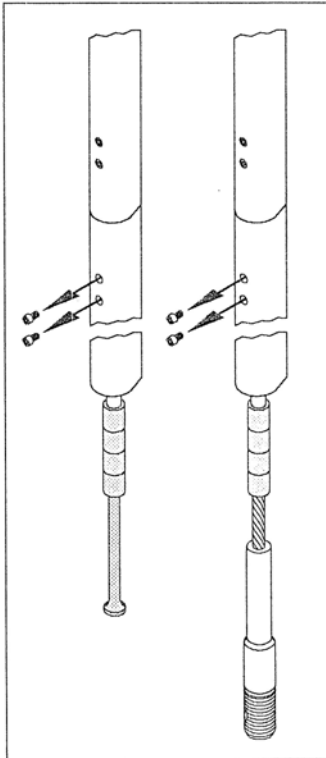
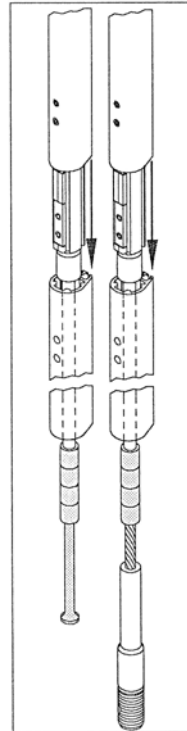

Bild 1 / fig. 1
Bild 2 / fig. 2
Ziehen Sie das Topprofil von unten bis zum Top und legen Sie zwei Profilverbinder an den rot markierten Schlauch (Fig.1). Legen Sie dann die Gewindeplatte (1) in die dafür vorgesehene Aussparung ein. Achten Sie auf Deckungsgleichheit der Platten und Verbinderlöcher.
Schieben Sie anschließend die gesamte Verbindung (2) zur Hälfte in das Topprofil (Fig.2).
Falls das Vorstag schon montiert sein sollte, schieben Sie das Einführungsprofil vom Vorstag (Siehe Bild 1 und Bild 2).